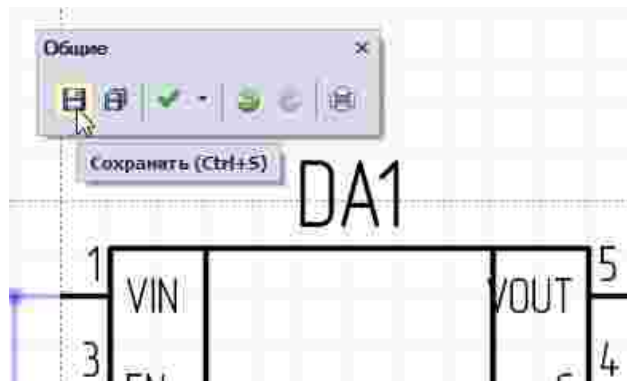

Рис. 38 Сохранение отредактированного УГО компонента
3. После осуществленных манипуляций с УГО компонента по редактированию, необходимо нажать «Сохранить» на панели инструментов «Общие», Рис. 38.